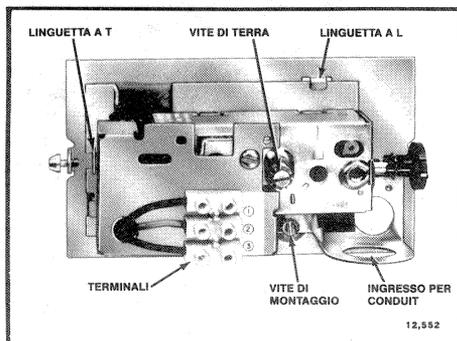

FIG. 2--VISTA INTERNA DELL'UMIDOSTATO.
4. Ricollocare lo strumento sulla basetta servendosi delle apposite linguette come guide e serrare la vite di montaggio (fare riferimento a fig. 2).
Inserire i conduttori attraverso il foro praticato nella basetta posteriore o attraverso il conduit laterale (fare riferimento alla Fig. 2). Se questi non viene impiegato, chiuderlo con l'apposito tappo.